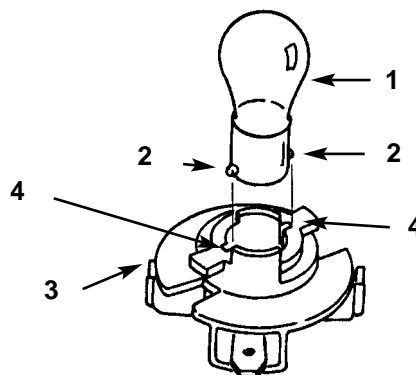

Fig. 36
1. Lo zoccolo della lampada è provvisto di spine metalliche. Allineate le spine con le guide nel portalamпада, ed inserite lo zoccolo nel portalamпада (Fig. 36). Spingete la lampada e giratela in senso orario fin quando non si ferma.
9. Con il bullone ed il galletto collegate il conduttore positivo (rosso) al polo positivo (+) della batteria (Fig. 36). Infilate la guaina di gomma sul polo della batteria.